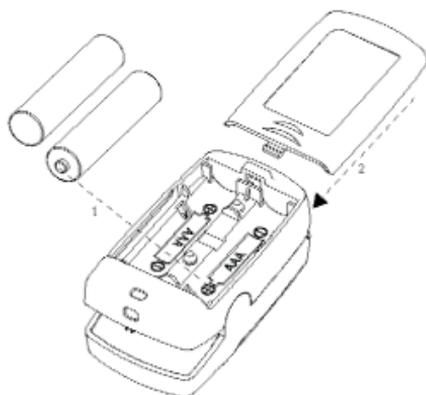

Abb. 3 Batterieinstallation
1. Setzen Sie wie in Abb. 3 dargestellt zwei AAA-Batterien in das Batteriefach ein und beachten Sie die Polaritätsmarkierungen (Plus/Minus).